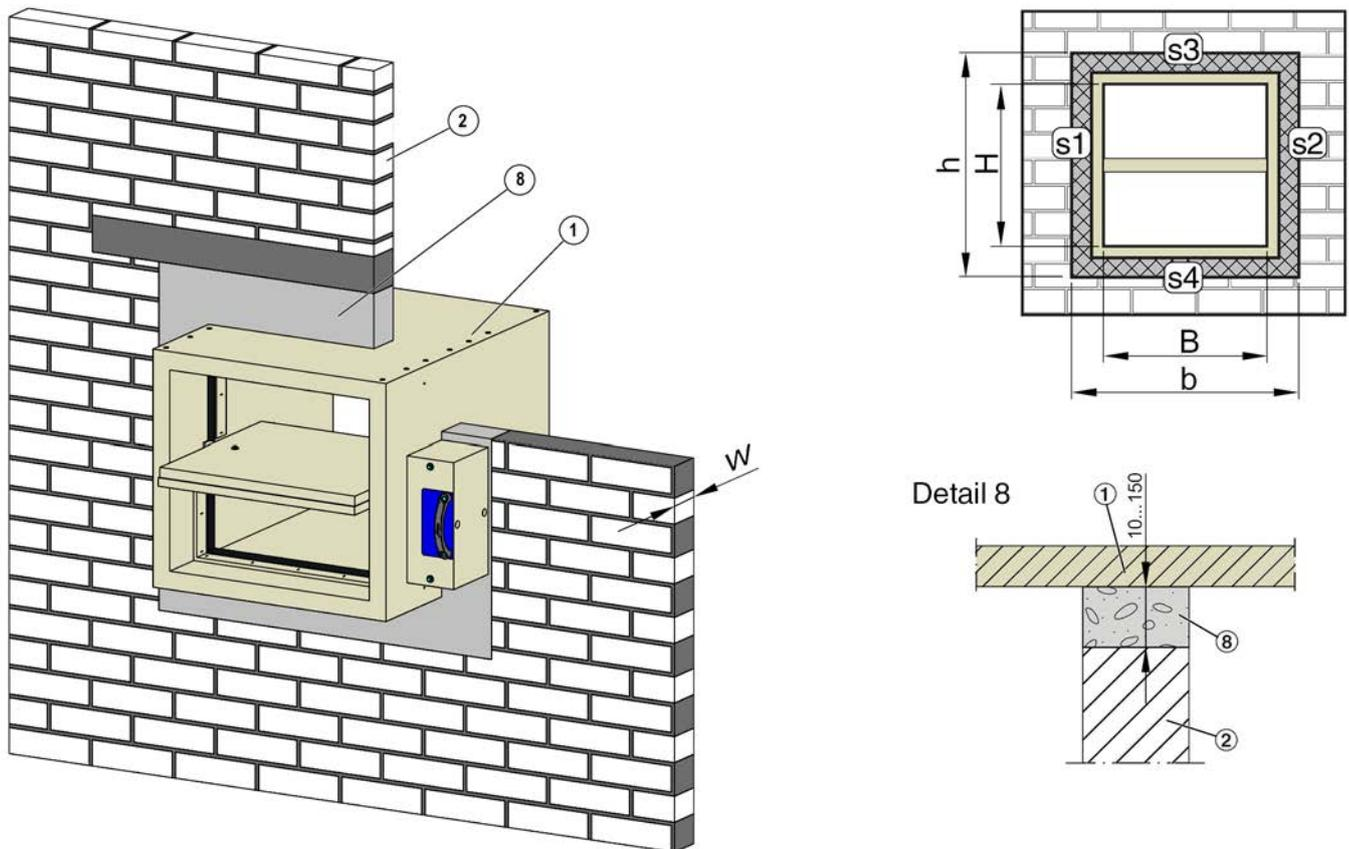

Fig. 14: Instalación en pared maciza en mojado-seco sin mortero, variante a, índice de clasificación: v_{ew}
1. ▶ Realizar la abertura de instalación en cumplimiento con Fig. 14 .